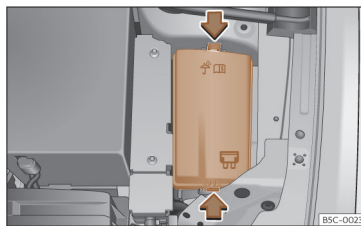

Fig. 220 No compartimento do motor: tampa da caixa de fusíveis.
- Pressione as patilhas de bloqueio para desbloquear a tampa da caixa de fusíveis >>> Fig. 220.